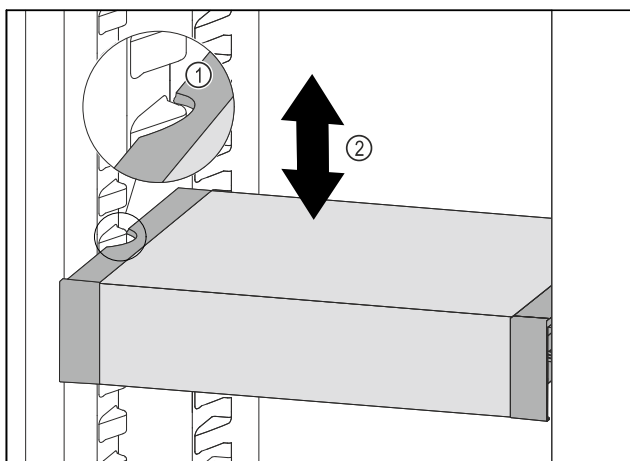

Fig. 60
- ▶ Tirer le VarioSafe vers l'avant jusqu'à ce que les encoches latérales du VarioSafe soient à la hauteur de la nervure du bac dans la partie réfrigérateur. Fig. 60 (1)
- ▶ Déplacer le VarioSafe vers le haut ou vers le bas dans la partie réfrigérateur jusqu'à ce que la hauteur souhaitée soit atteinte. Fig. 60 (2)